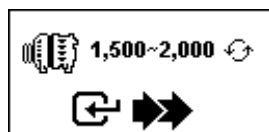

Fig.44
7. Continuando dal test precedente (Fig. 41, 42 o 43), passati cinque secondi, l'analizzatore procederà automaticamente alla prova di carico tra 1.500 a 2.000 giri / min come mostrato in Fig.44 di seguito.